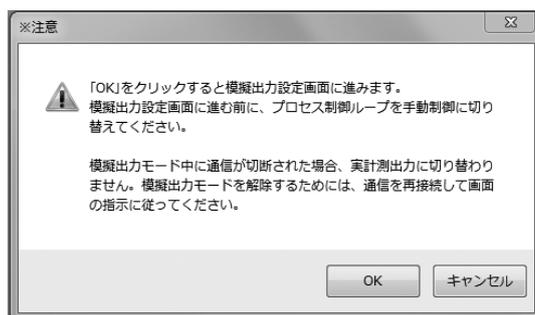

図126
- ① メニューの「Diagnosis/Service(T)」>「Loop Test」>「Fix Pulse」をクリックすると、メッセージボックス(図126)が表示されますので、プロセス制御ループを手動に切り替えた事を確認してから、「OK」ボタンをクリックしてください。